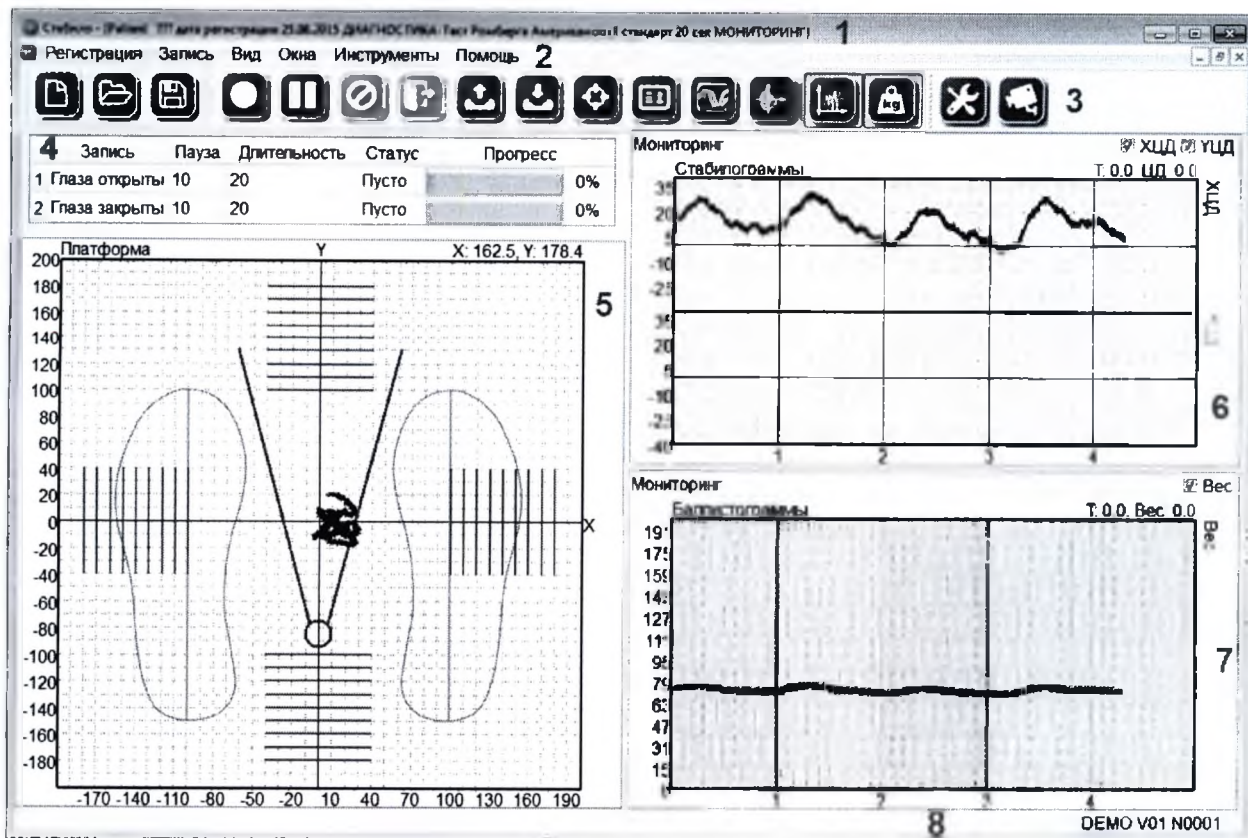
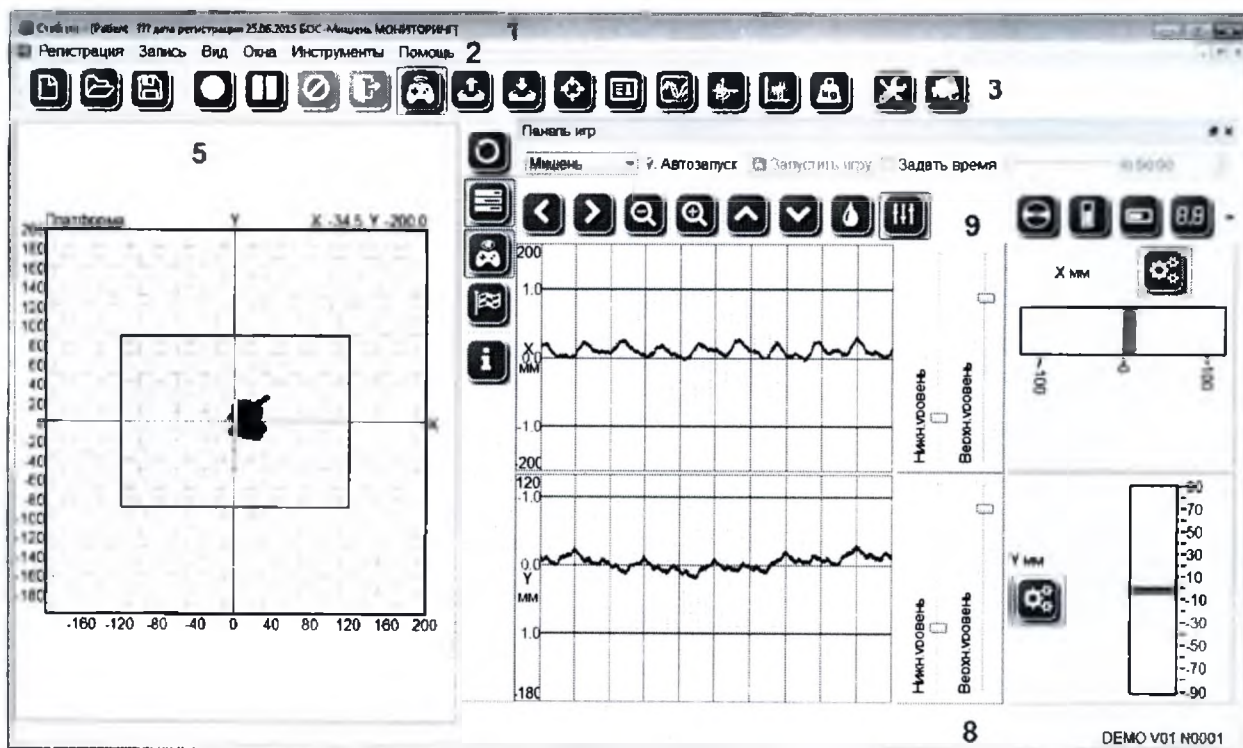

Рис. 11.2. Главное окно программы «Стабилометрия Неврокор» в режиме мониторинга
Рис. 11.3. Главное окно программы «Стабилометрия Неврокор» в режиме БОС
11.3. После подключения открывается главное окно программы. После запуска из ПО «База данных» и выбора методики программа автоматически переходит в режим мониторинга (Рис. 11.2) или биологической обратной связи (БОС) (Рис. 11.3).
- 11.6. Заложенные программные алгоритмы тренировок имеют несколько стандартных вариантов установки стоп на платформу в зависимости от задач. Для ориентации на платформе имеется сантиметровая сетка, полностью совпадающая с изображением в программе (см. Рис. 11.2, поз 5).
- 11.7. Для методик БОС на панели платформы отображается рабочий коридор управления (см. Рис. 11.3, поз 5). Перемещение центра давления в пределах этого коридора позволяет управлять объектом в играх БОС. Изменение положения и размеров прямоугольника позволяет изменять чувствительность управления. Чем уже коридор, тем больше чувствительность управления к перемещению центра давления в заданном направлении.